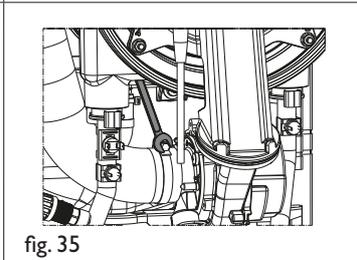

fig. 35
- Allentare la vite e sfilare il tubo di aspirazione dell'aria (fig. 35)